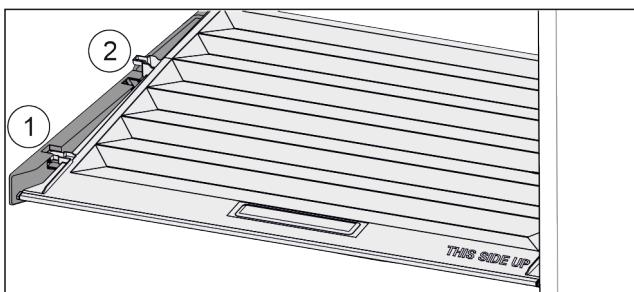

Fig. 38
- Потянуть крышку до отверстия в поддерживающих деталях вперед Fig. 38 (1).
- Поднять сзади снизу и извлечь Fig. 38 (2) движением верх.